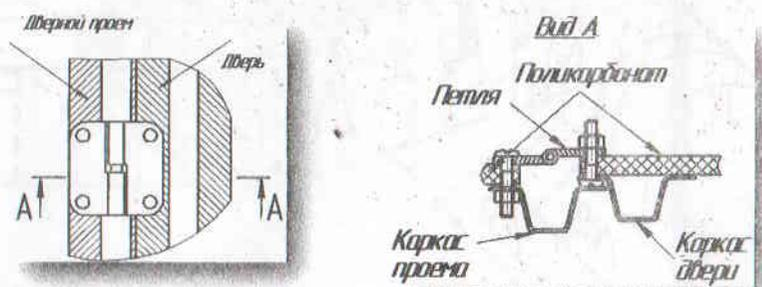

Рисунок 16
3.5.3 Навеска дверей и форточек осуществляется на петли (по две на дверь, и форточку) на имеющиеся отверстия рис. 16. Для хорошего прилегания дверей и форточек необходимо перед навеской измерить их диагонали рулеткой. Разность диагоналей не должна превышать 5 мм.